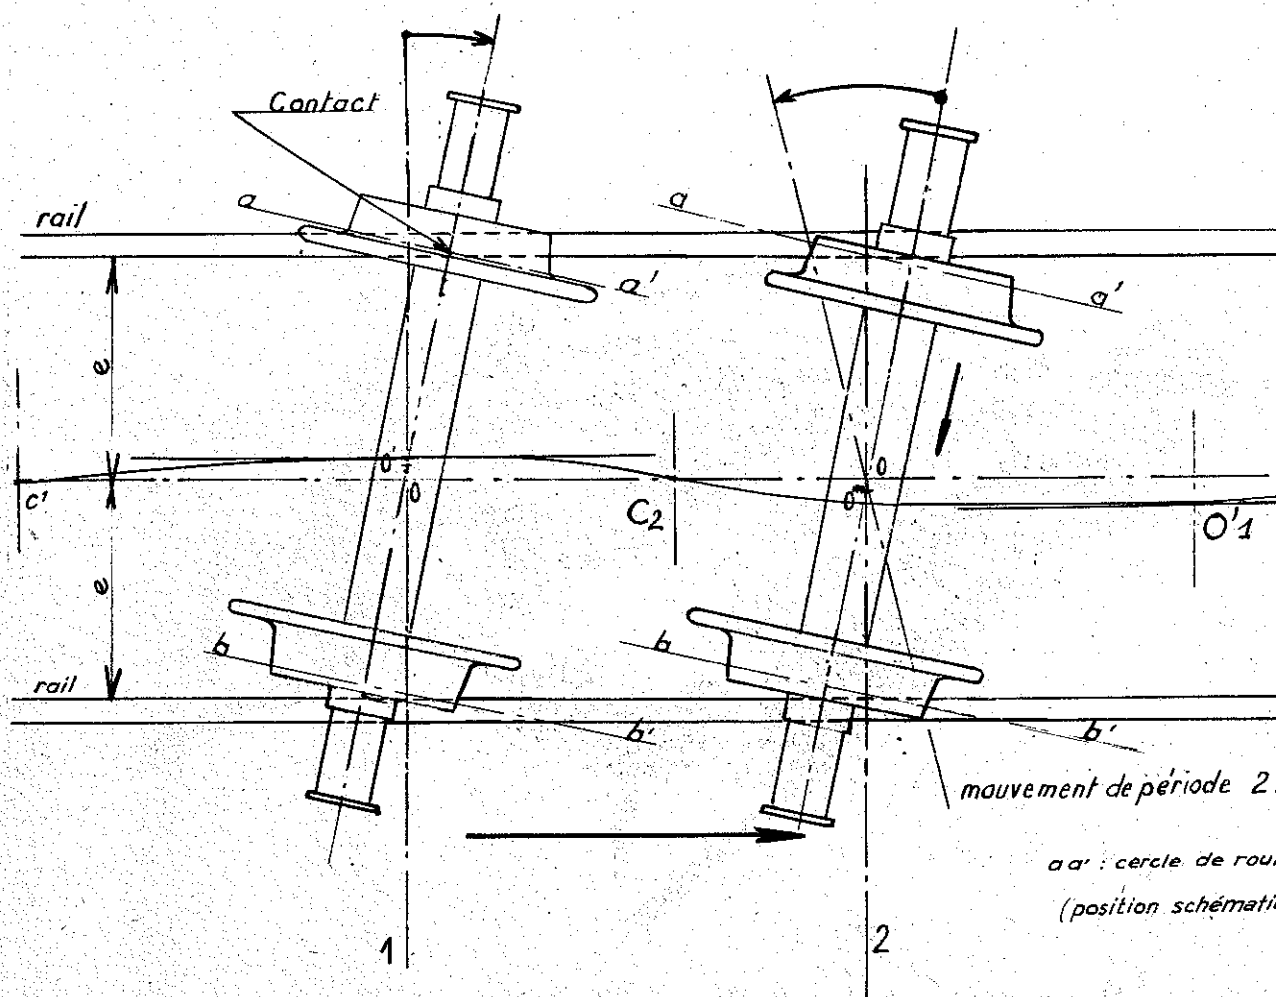

Figure 8 Position travers d'un essieu sur voie
- Figure 8 - Position "travers" d'un essieu sur voie.